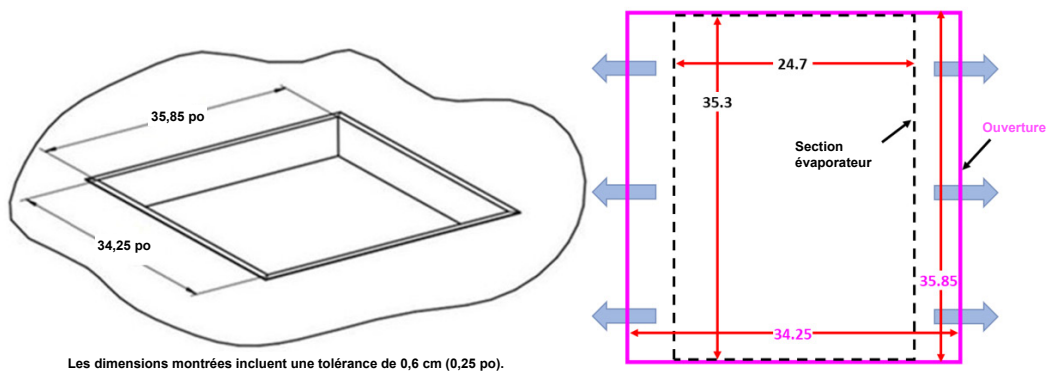

Figure 9 – Dimensions de l'ouverture d'installation (en pouces)
- Plafond de la chambre froide – Dans cette configuration, l'appareil est monté sur le plafond de la chambre froide, dans l'ouverture du toit montrée dans la Figure 9. La structure de la chambre froide doit être renforcée de manière à supporter le poids du système.